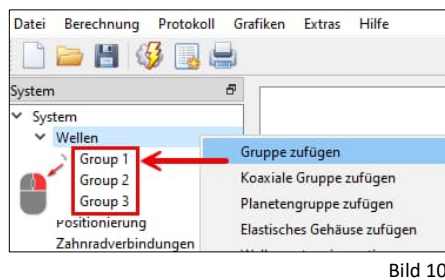

Bild 10
- ➔ Bitte vergeben Sie über das Kontext-Menü 3 Gruppen (Bild 10).